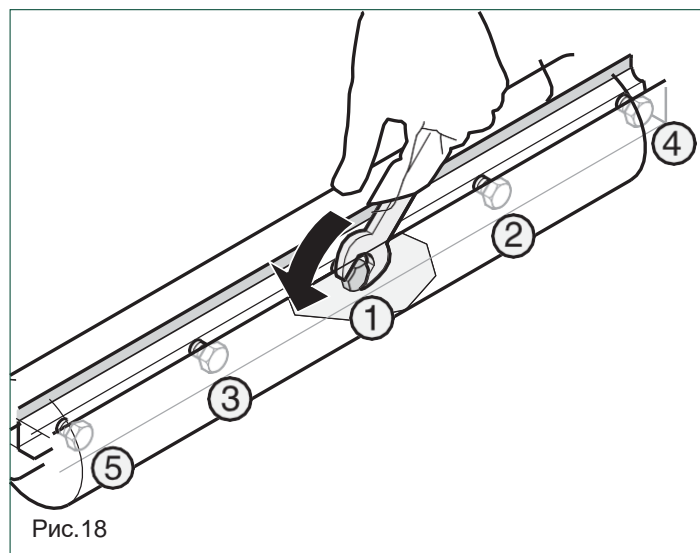

Рис.18
10. Зафиксируйте нож прижимной планкой, постепенно затягивая винты, начиная с винта в центре, затем постепенно затяните винты ближе к краям (Рис.18)